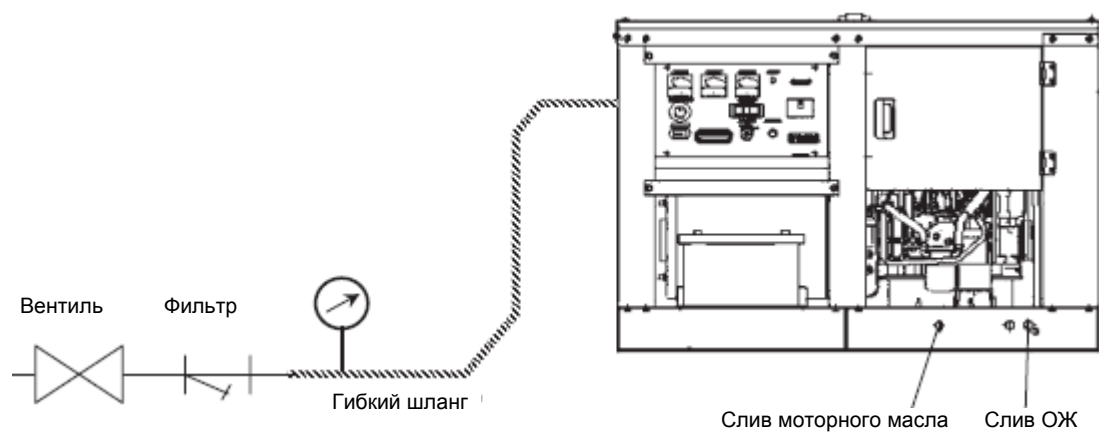

Рис. 2
- В трубопроводе установить ручной вентиль, ведущий на вход генераторного агрегата (См. Рис. 2).